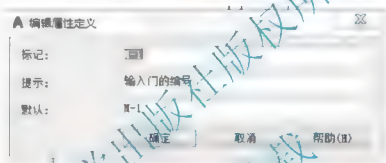

图 3.69 【编辑属性定义】对话框
(4) 如果需要修改已经定义的属性值,可执行【文字编辑】命令(快捷键 ED)。在选择注释对象或[放弃(U)]:提示下,选择刚才定义的属性值 M 1,则会弹出如图 3.69 所